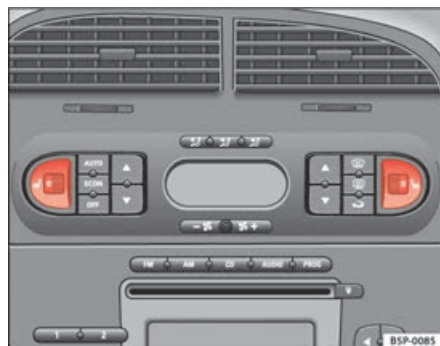

Fig. 96 Rodas recartilhadas do aquecimento dos bancos dianteiros
- Rodar a respectiva roda recartilhada ⇒ **fig. 96** para ligar o aquecimento do banco. Na posição de base **0** o aquecimento do banco está desligado.